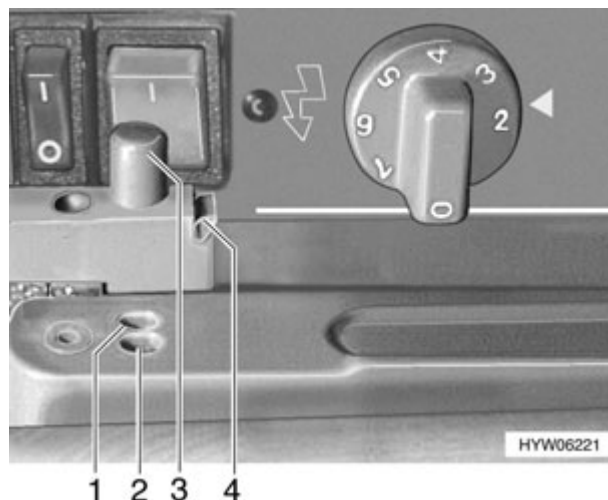

Fig. 122 Dispositif de verrouillage de la porte du réfrigérateur (variante 1)
- Libérer le dispositif de blocage en exerçant une pression latérale sur la cale de sécurité verte (Fig. 122,4). La goupille de blocage (Fig. 122,3) sort de son logement.
- Enfoncer la goupille de blocage (Fig. 122,3), de telle sorte qu'elle s'enclenche dans la position de repos extérieure (Fig. 122,2).
- Enfoncer la goupille de blocage (Fig. 122,3) de telle sorte qu'elle s'enclenche dans la position de repos intérieure (Fig. 122,1). La porte du réfrigérateur reste ainsi légèrement ouverte.